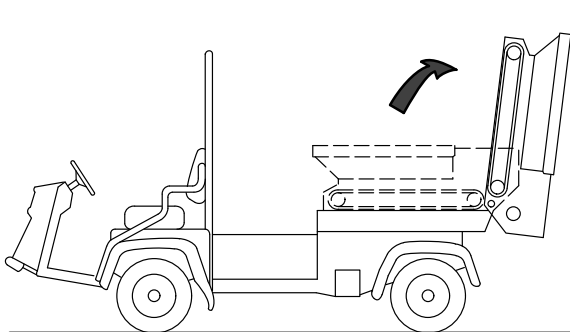

图 32
3. 向后转动料斗并依靠在墙壁、柱子、梯子等物体上面图 32。
确保料斗翻转超过中心线和/或固定到墙壁或柱子上防止其意外跌落到工作区图 32。
3. 小心将料斗向下转动到滑行机架轨道上请参阅 图 32 的 拆除滑行滚道 \(页码 19\)。